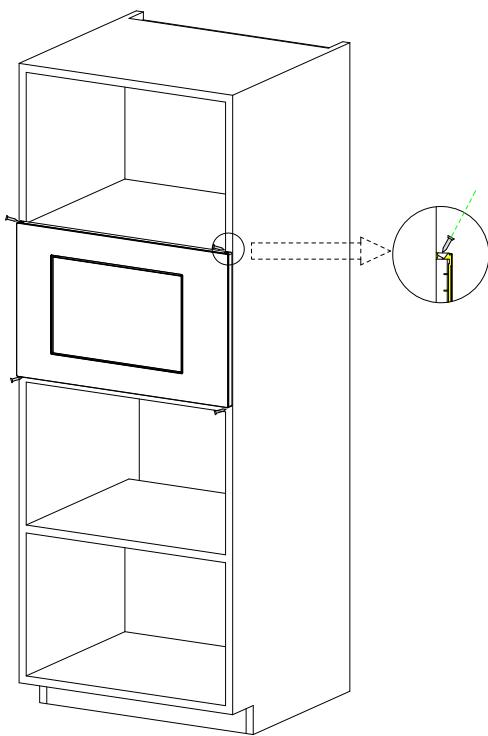

Fig. 2
- b) Empuje el horno de microondas hasta el final. (Fig. 2)